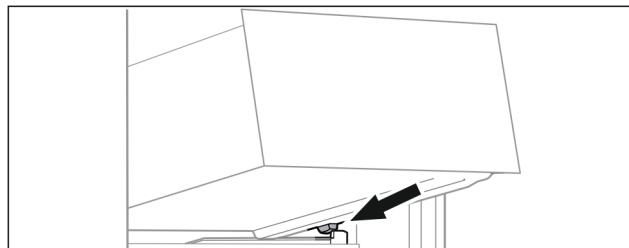

Fig. 135
- ▶ Helyezze a fiókot ferdén az ütközők mögé, a tartóbordára. (lásd Fig. 135)